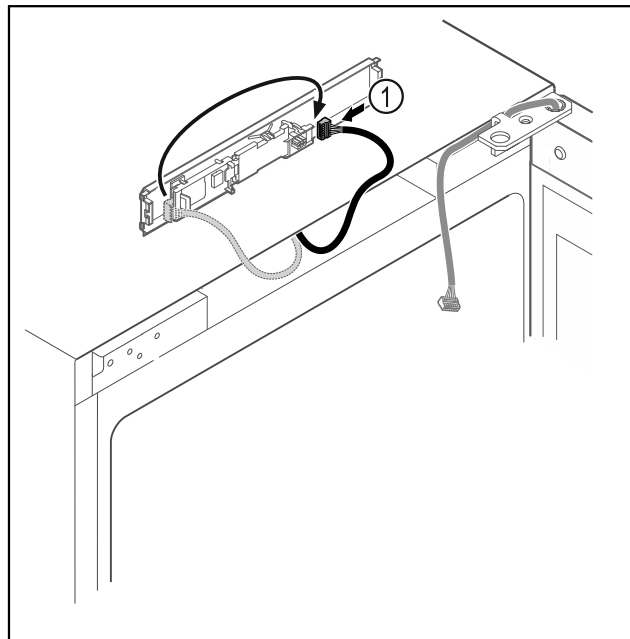

Fig. 19
- Μεταφέρετε το φως Fig. 19 (1) στην πλακέτα.